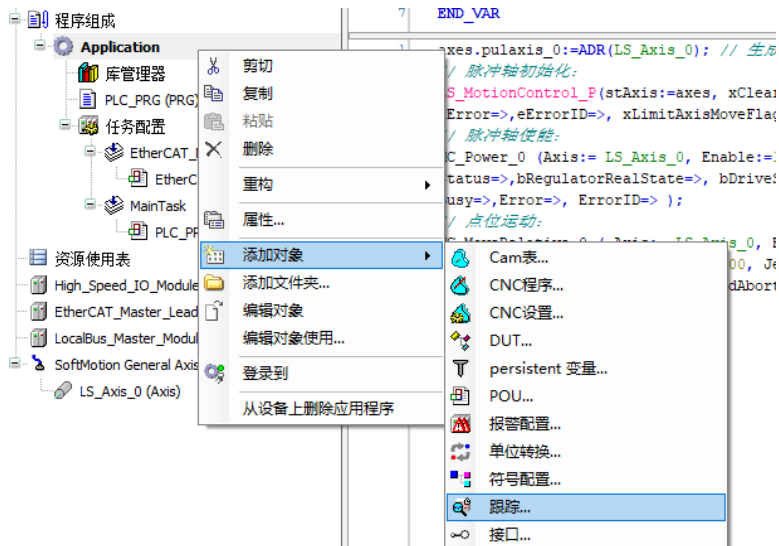

图 5.8 添加跟踪曲线
- 鼠标右键点击项目树中的“Application”，选择“跟踪”，如图 5.8 所示。